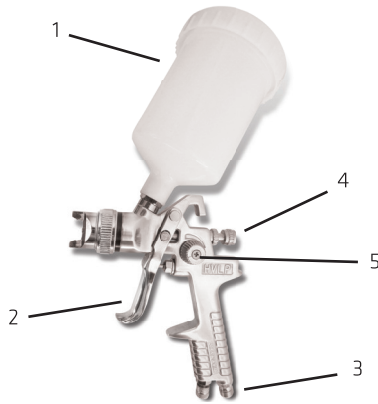

Figura 1
- Filtre o material para colocá-lo na caneca (Figura 1 - Item 1) utilizando filtro específico.
- Ajuste o compressor de ar para uma pressão de 30 a 40 lbs e engate a mangueira na pistola. (Figura 1 - Item 3). Garanta que a pressão não ultrapasse 45 lbs.
- Feche totalmente (vire à direita) o parafuso regulador de tinta (figura 1 - item 4).
- Vá abrindo a regulador (vire à esquerda) e acionando o gatilho (figura 1 - item2) até encontrar o jato desejado.
- O parafuso regulador do leque (Figura 1 – Item 5) serve para ajustar a configuração de pulverização. Fechado totalmente para a direita projetará um jato cilíndrico. A medida que são dadas voltas para a esquerda, o jato assume uma forma oval cada vez mais larga, até ficar praticamente redonda.